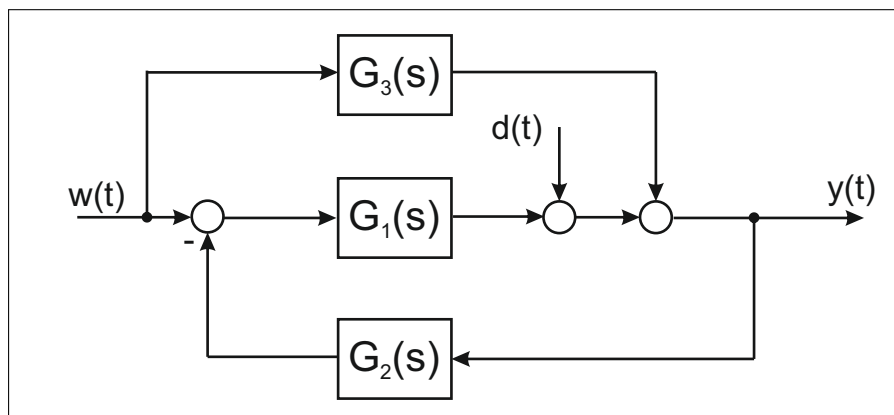

Abbildung 9
- c) In Abbildung 9 ist eine vermaschte Regelungsstruktur (mit Eingang $w(t)$, Ausgang $y(t)$ und Störung $d(t)$) abgebildet.